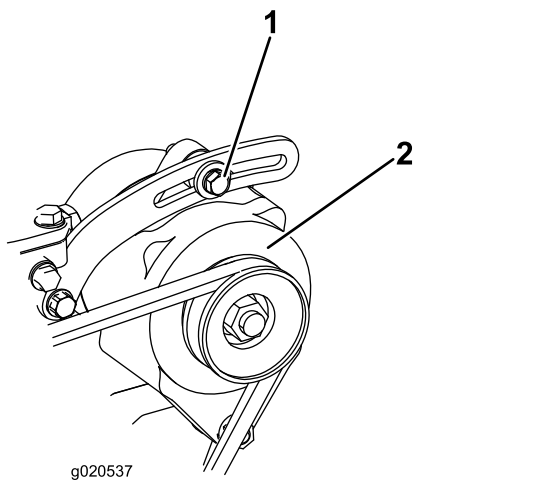

Figura 63
Compruebe la condición y la tensión de la correa (Figura 63) cada 100 horas de operación.
2. Si la desviación no es de 10 mm (3/8"), afloje los pernos de montaje del alternador (Figura 63). Aumente o reduzca la tensión de la correa del alternador y apriete los pernos. Verifique de nuevo la desviación de la correa para asegurarse de que la tensión es la correcta.